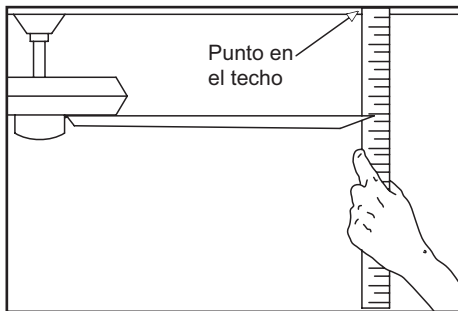

Figura 15
2. La mayoría de los problemas de oscilación del ventilador se deben a que las aspas no están a un mismo nivel. Verifica este nivel seleccionando un punto en el techo sobre la punta de una de las aspas. Mide desde un punto en el centro de cada aspa a un punto en el techo. Mide esta distancia como se muestra en la Figura 15. Rota el ventilador hasta que se posicione la siguiente aspa para su medición. Repite para cada aspa. Las mediciones deben estar dentro de $1/8"$. Enciende el ventilador por 10 minutos.